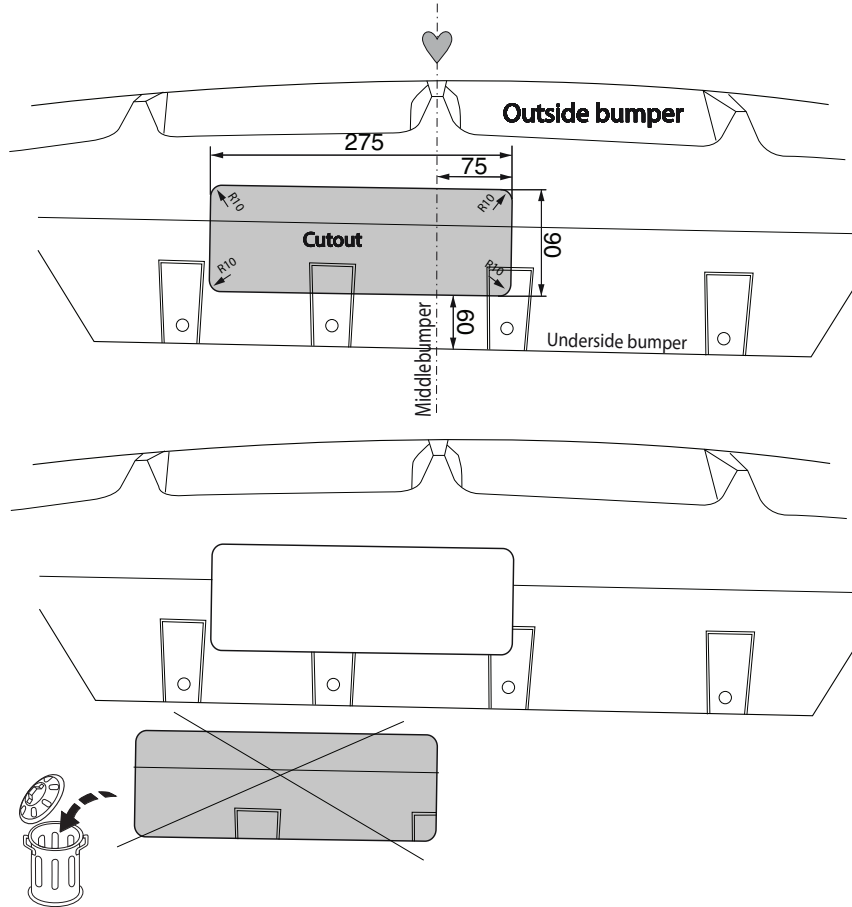

Fig. 3
9. Выпилить часть из бампера в середине снизу, как указано на рис. 3.